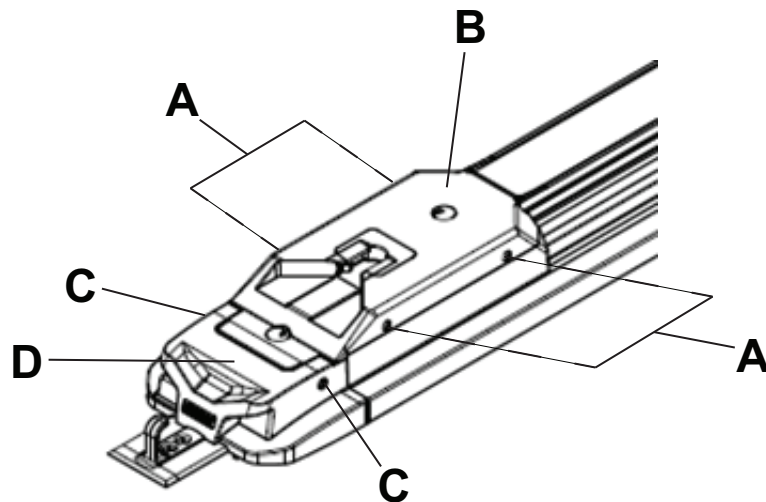

Figura 7 – Ansamblu capac capăt pentru picioare
9. Folosind o șurubelniță T27 Torx, scoateți cele patru șuruburi cu cap cu locaș hexagonal (A) care fixează ansamblul capacului capătului pentru picioare (B) la transfer (Figura 7). Păstrați șuruburile.
10. Folosind o șurubelniță T27 Torx, scoateți cele două șuruburi cu cap semirotund (C) care fixează ansamblul capacului capătului pentru picioare la ansamblul vârfului capătului pentru picioare (D) (Figura 7). Păstrați șuruburile.